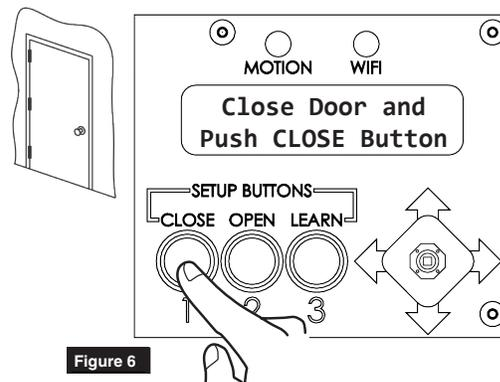

Figure 6
1. Pour régler la position fermée, fermez complètement la porte. Appuyer et relâcher le bouton FERMER sur la console. Le voyant DEL ORANGE clignotant devrait devenir fixe. (Figure 6)